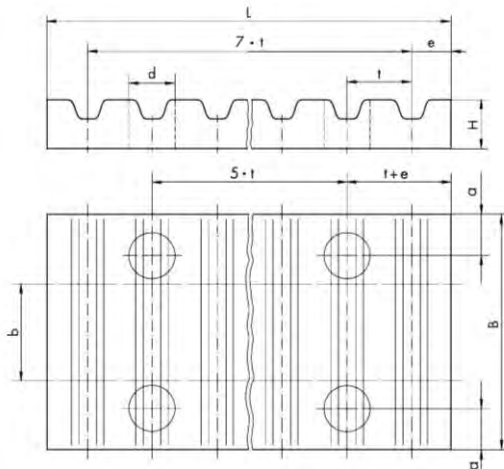

Bild 5
8. Klemmverbinder 2 Stück zur Montage des Zahnriemens an die Maschinentür (Bild 5)